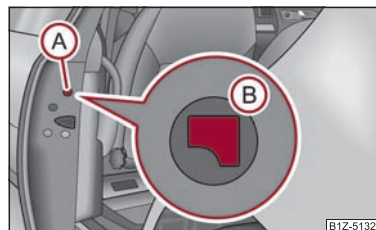

Fig. 27 Ușa din spate: Încuierea de urgență a ușii
- Îndepărtați capacul A ⇒ fig. 27.